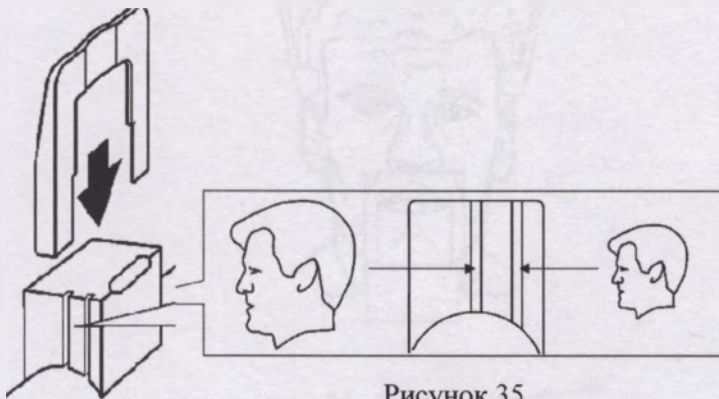

Рисунок 35
8.2.1 Вставьте опору для губ в держатель (см. рисунок 35). Для пациентов с большим черепом используйте самую близкую к зеркалу прорезь. Для пациентов с маленьким черепом – прорезь, которая находится дальше всего от зеркала.